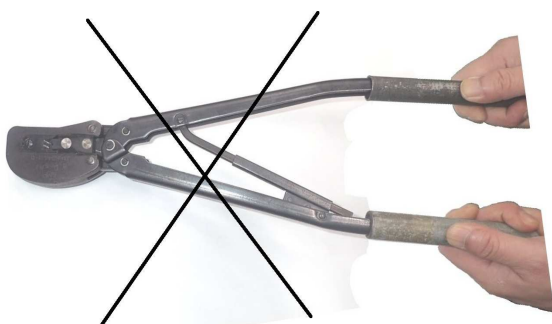

図6 Fig. 6
- ・ハンドルにパイプを付けて使用。図6
- Don't use a pipe for a handle. Fig.6